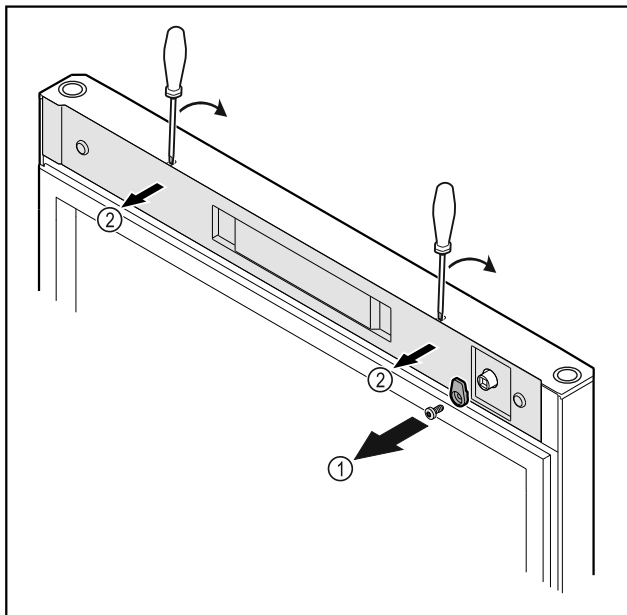

Fig. 18
- ▶ Dévisser le crochet de fermeture Fig. 18 (1).
- ▶ Décrocher le cache Fig. 18 (2) avec un petit tournevis et le retirer.